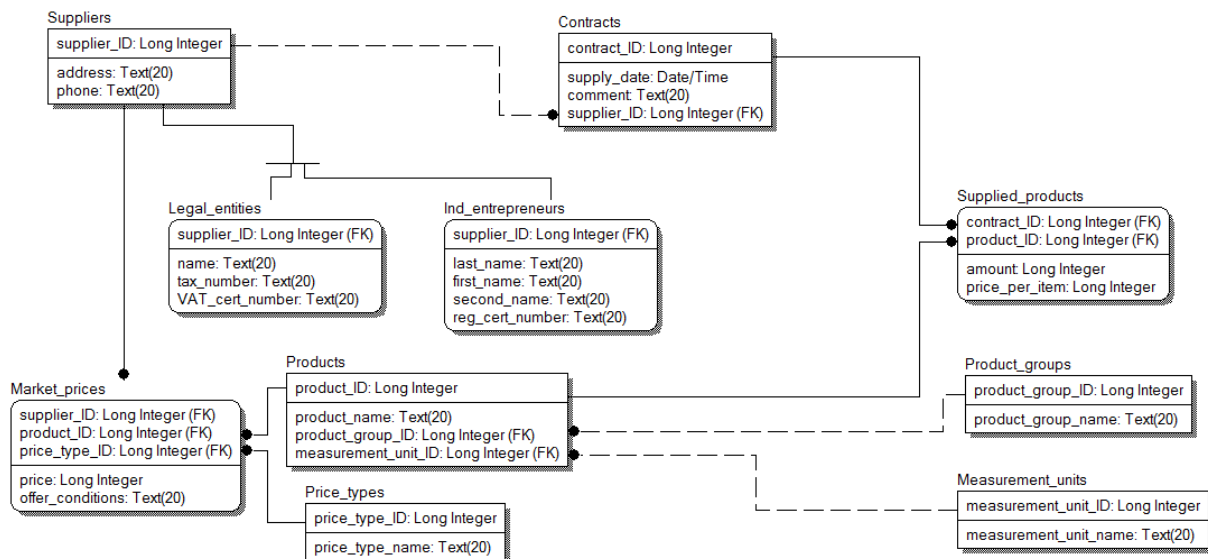

Рисунок 10
10. Перехід до фізичної моделі даних (рисунок 10).